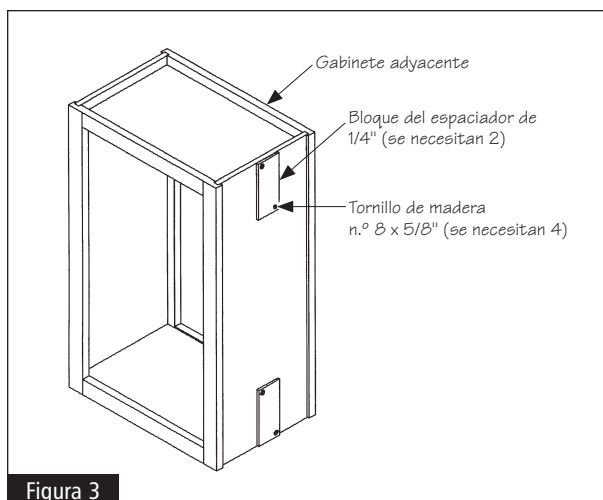

Figura 3
**1** Avance al paso #2 si desea fijar la pared de extremo de repisa (SEW) a un panel lateral de 1,91 cm de grosor. Determine en qué lado del gabinete en península adyacente va a instalar ambos SEWs. Corte el espaciador de madera de 1/4" a la mitad y fíjelo al panel posterior del gabinete adyacente. El espaciador debe ir centrado del frente hacia atrás en el panel lateral. Perfore y avellane dos agujeros guía de 3/32" de diámetro a través de cada uno de los espaciadores y fije éstos al panel lateral del gabinete usando dos tornillos de madera n.º 8 x 5/8" por cada espaciador. Asegúrese de que la cabeza del tornillo esté alineada con la superficie del espaciador. Vea la figura 3.